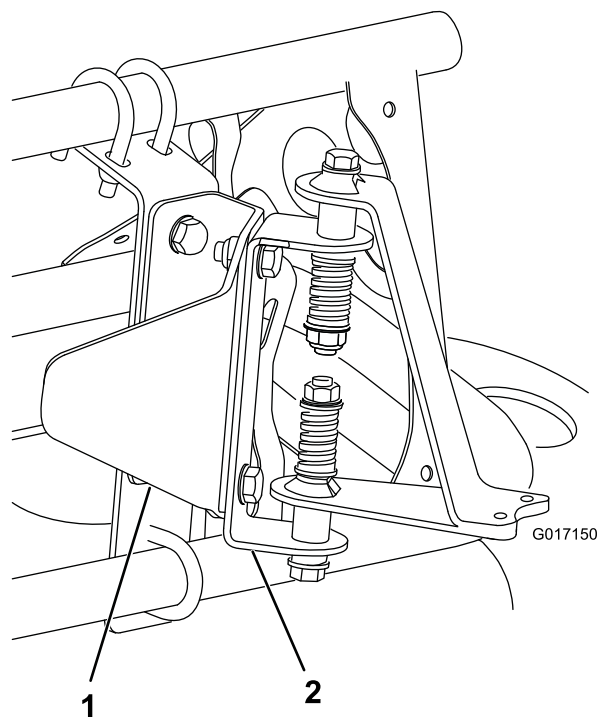
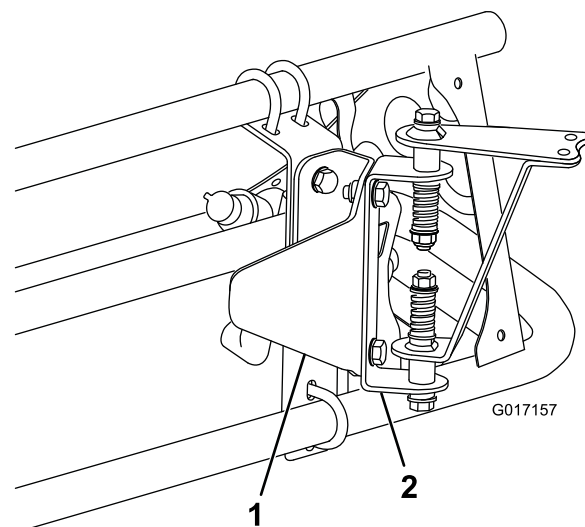

Figura 11
Figura 12
3. Instale o hardware de montagem do sensor no suporte de protecção do sensor com 2 parafusos (5/16 x 3/4 pol.) e 2 porcas de bloqueio (5/16 pol.) como é mostrado em Figura 11 (para uma rampa coberta) ou Figura 12 (para uma rampa descoberta).